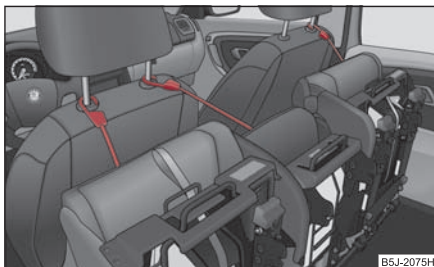

Fig. 68 Asigurarea scaunului rabatat în față
- Asigurați scaunul rabatat, cu ajutorul centurii de fixare, de o tijă a tetierei scaunului din față ⇒ fig. 68.